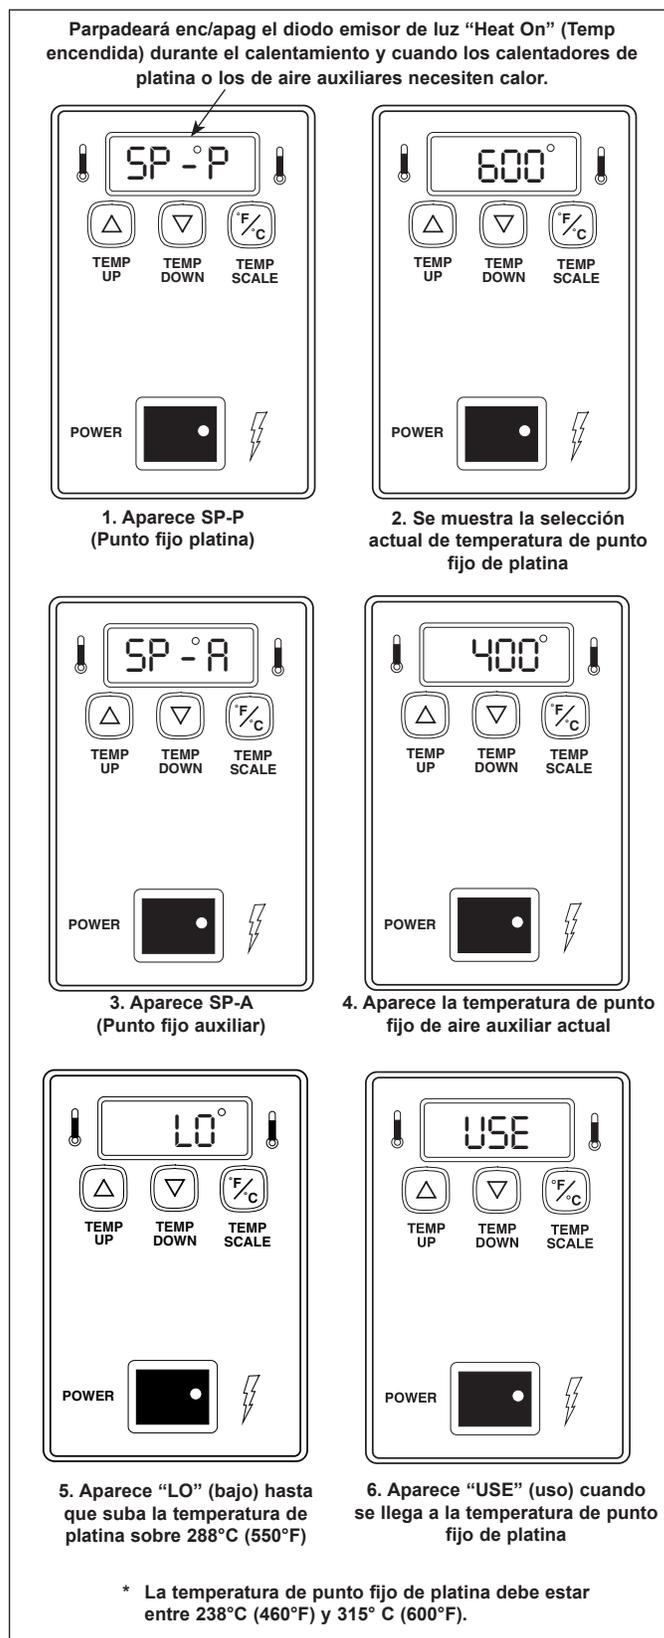

Figura 4. Secuencia de encendido de temperatura
1. Encienda el interruptor basculante (encendido On/Off) y espere que la pantalla de temperatura termine la secuencia de encendido (Figura 4).